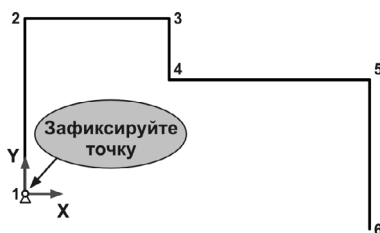

Рис. 66.2.
8. Постройте от точки 1 (начало координат) ломаную линию из пяти звеньев (рис. 66.2). Размеры отрезков задавайте приблизительно.